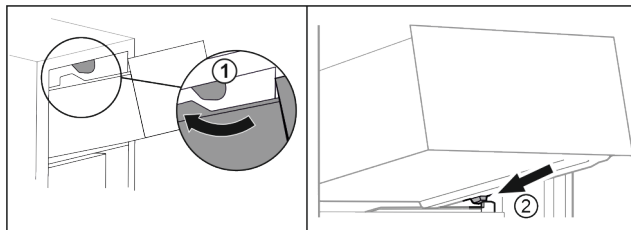

Fig. 23
- ▶ Lade om de bovenste stoppers leiden. Fig. 23 (1)
- ▶ Lade schuin achter de onderste stoppers op containerrib plaatsen. *Fig. 23 (2)*